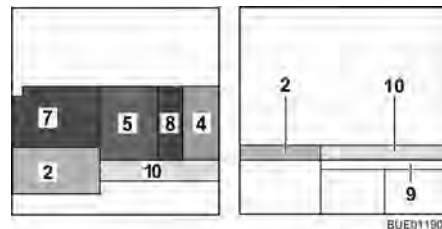

Bild 117 Efter ombyggnaden (extrautrustning)
- Haka i sängbreddningen (Bild 117,9) i fästena på sittbänken (extrautrustning).
- Lägg den extra dynan (Bild 117,10) på sängbreddningen (extrautrustning).